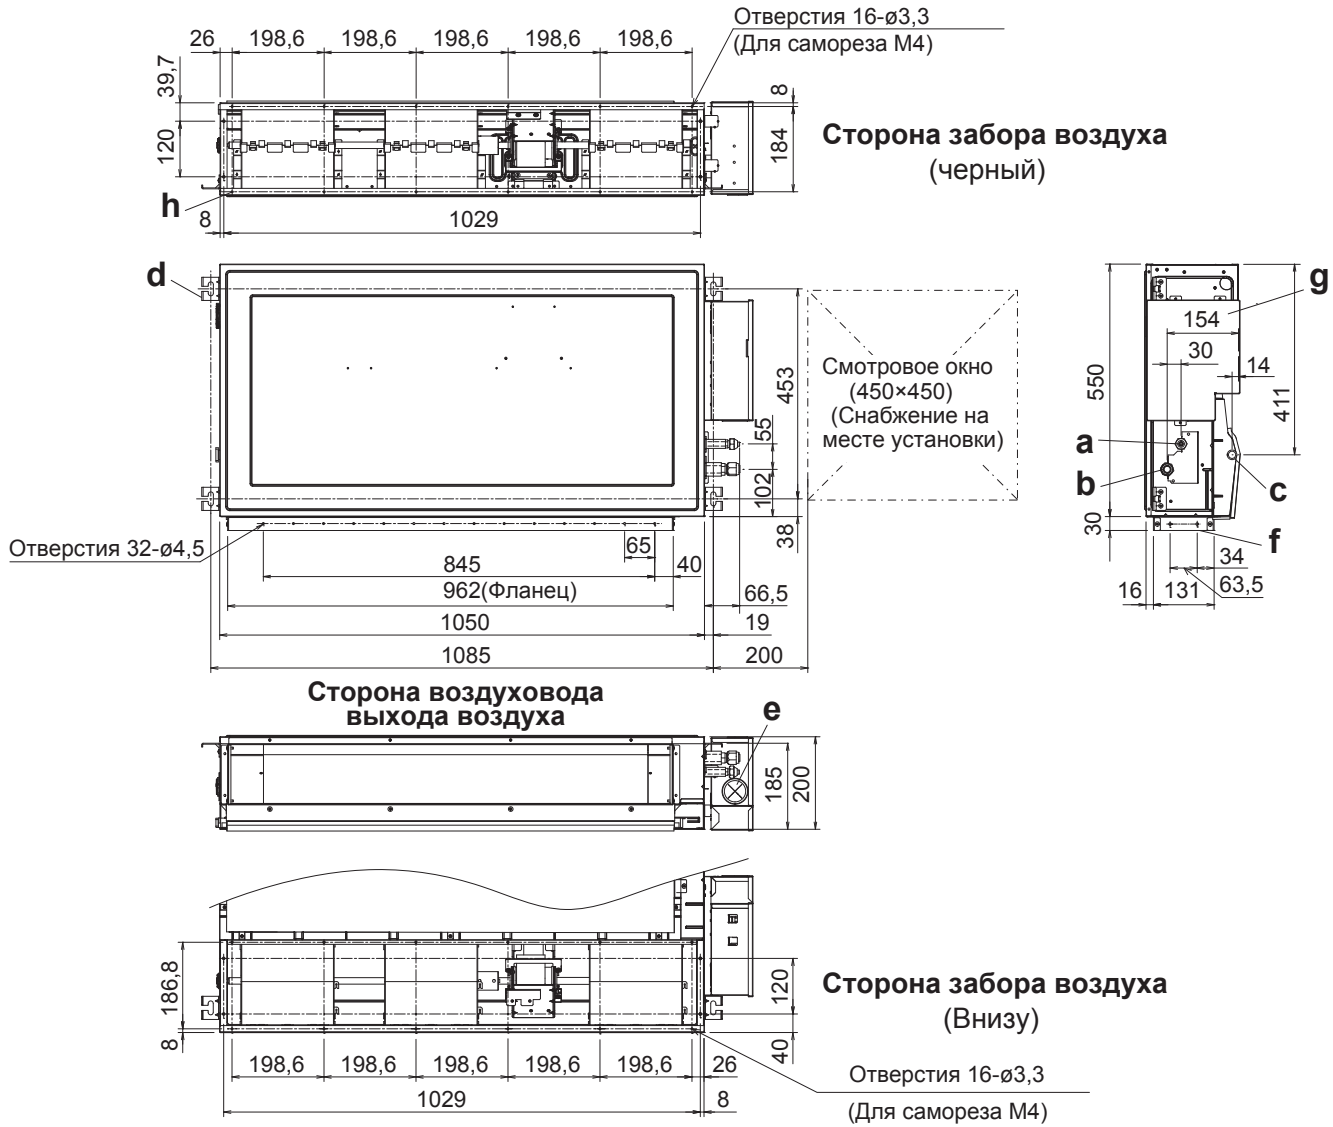

Рис. 3-2
- Точные размеры внутреннего блока показаны на Рис. 3-2.
- (1) При размещении блока внутри потолка определите шаг подвесных болтов, сверившись с размерными данными, как показано на Рис. 3-1 и Рис. 3-2. Прокладка и подсоединение трубопроводов выполняется внутри потолка при подвешивании блока. Если потолок уже установлен, проложите трубопроводы к месту соединения с блоком перед установкой блока внутри потолка.